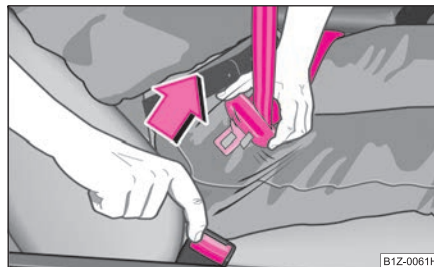

Fig. 163 Retirar la lengüeta del cierre del cinturón
- Pulse la tecla roja situada en el cierre del cinturón ⇒ fig. 163. La lengüeta salta fuera impulsada por un resorte.